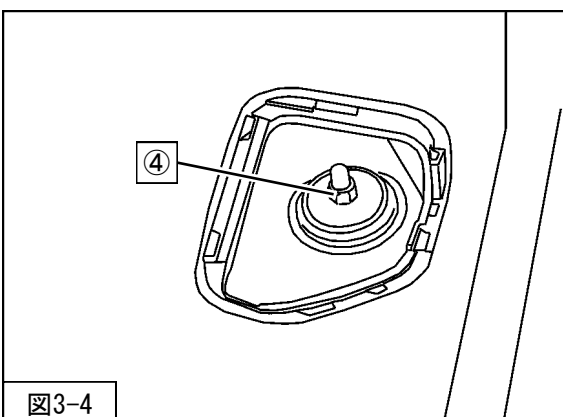

図3-4
5. ④リアショックアブソーバASSYアッパー取付ナットを取外してください。（図3-4）